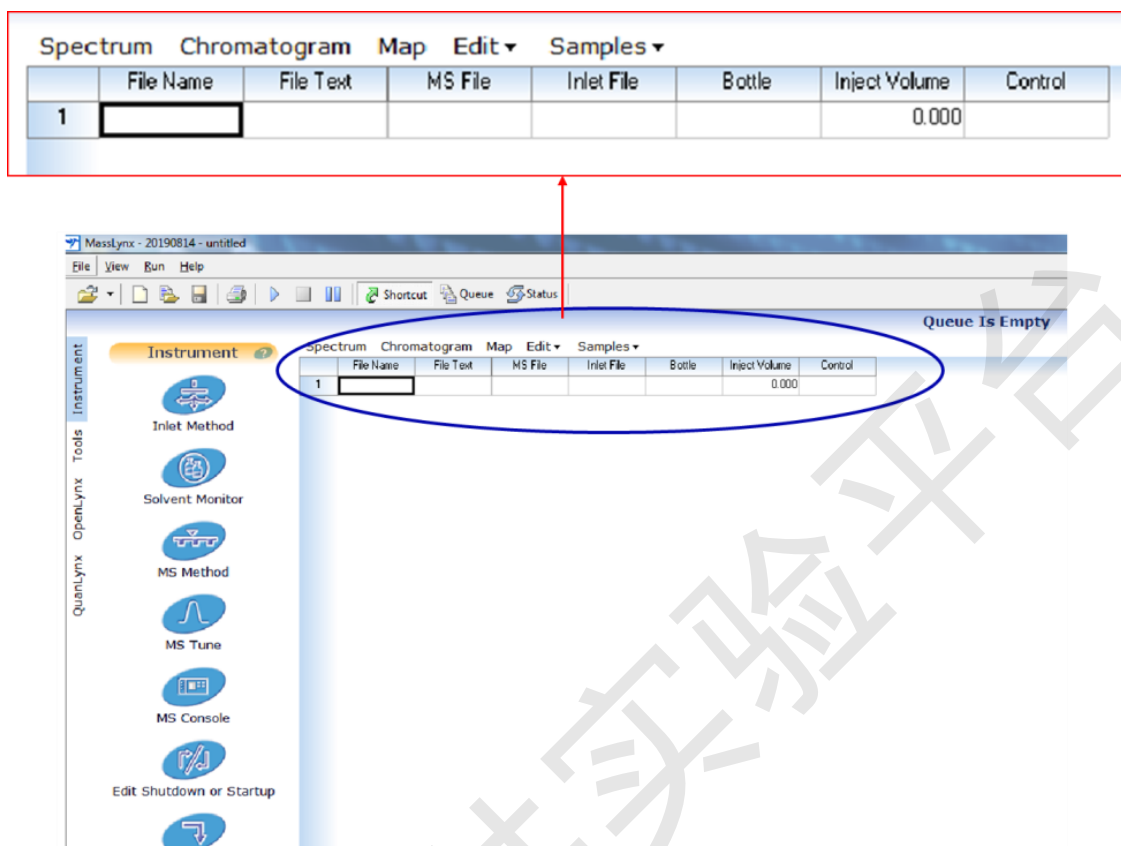

图 4.1 Masslynx 操作界面主页
回到已新建项目的 Masslynx 主界面, 新建项目后显示空白序列 (如图 4.1) (每一行空白称为一个序列), 每一行序列共包含: 序列编号, File name, File text, MS File, Inlet File, Bottle, Inject volume 和 Control 共 8 列。选择序列, 右键, Add, 可在当前基础上增加数个序列, 序列编号是默认的, 将连续增加。
Step1: 如图 4.1, 在 Masslynx 操作界面主页, 选中 File name 下方空格, 双击至显示光标, 即可输入文件名。